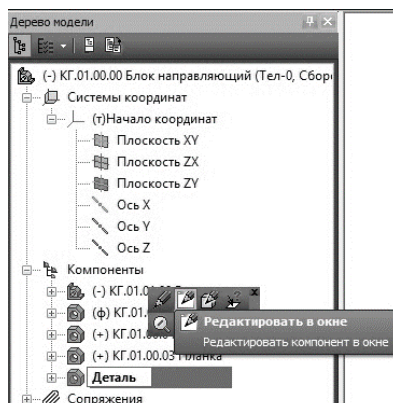

Рис. 61. Дерево модели
- 5.1 Укажите компонент *Деталь* в Дереве модели и вызовите из контекстного меню команду **Редактировать в окне** (рис. 61).